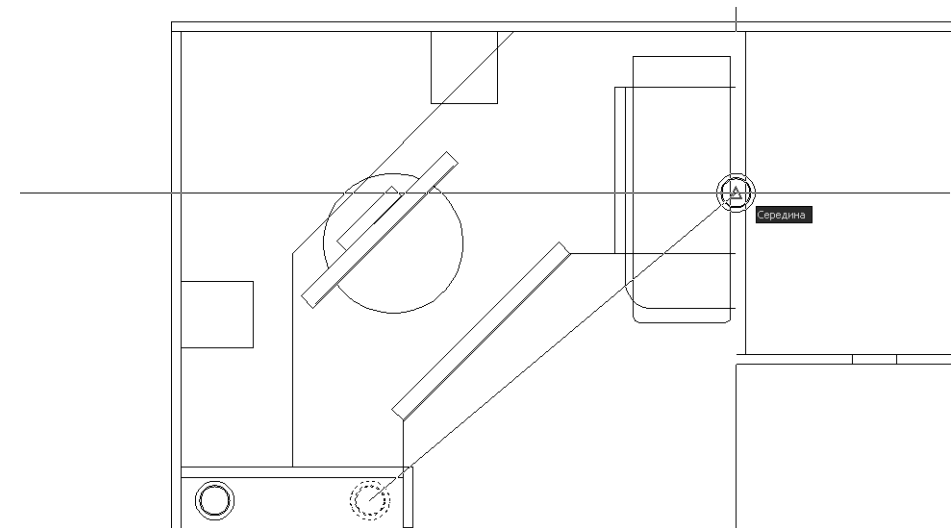

Рис. 5.33 ▼ Середина левой границы контура боковой стенки тумбы будет использоваться в качестве базовой для временного отслеживания объектной привязки
6. Переместите указатель-перекрестие и связанное с ним динамическое изображение копируемых объектов к середине левой боковой стенки большой тумбы. Когда AutoCAD распознает точку, которая находится на левой вертикальной линии соответствующего прямоугольника (рис. 5.33), щелкните для захвата ее координат в качестве базовых для отслеживания объектной привязки.